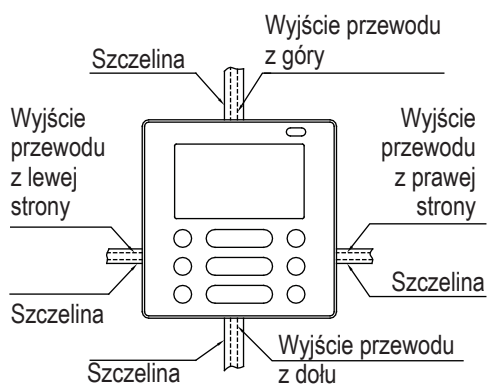

Rys. 3-7
- Załaduj baterię w specjalnym uchwycie. Upewnij się, że bieguny baterii zostały prawidłowo dopasowane (patrz Rys. 3-7).